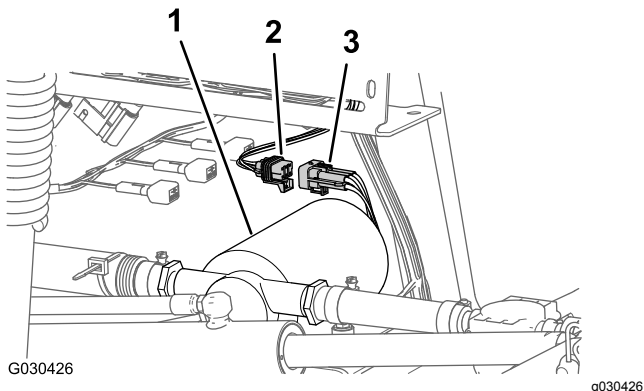

Figure 14
2. Débranchez le connecteur à 6 broches sur le faisceau de câblage de la pompe de rinçage du connecteur à 6 douilles sur le faisceau principal arrière (Figure 14).